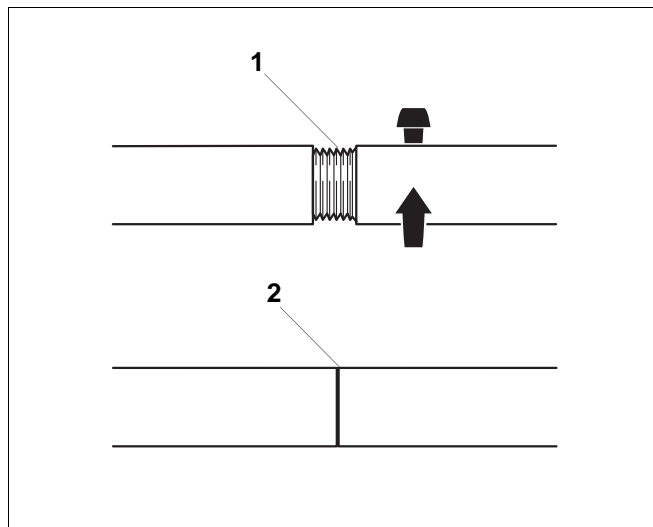

Fig. 16 Liaison fileté des barres de traction
Lors du desserrage des barres de traction de taille 2.3 une possibilité existe que la liaison fileté de la barre se déserre (fig. 16, **pos. 1**), Contrôler et reserrer la barre avant chaque utilisation ultérieure (fig. 16, **pos. 2**).